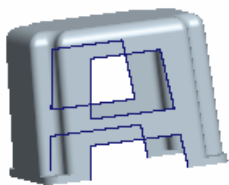
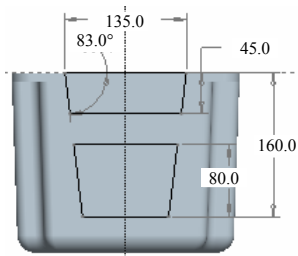

图 5.38.76 拉伸 3
图 5.38.77 截面草图
Step9. 创建图 5.38.76 所示的拉伸特征 3。在操控板中单击“拉伸”按钮 **拉伸**。在操控板中按下“移除材料”按钮 **移除材料**。选取 TOP 基准平面为草绘平面，选取 RIGHT 基准平面为参考平面，方向为 **右**；单击 **草绘** 按钮，绘制图 5.38.77 所示的截面草图，单击操控板中的 **选项** 按钮，在“深度”界面中将 **侧 1** 的深度类型设置为 **穿透**；将 **侧 2** 的深度类型也设置为 **穿透**，单击 **确定** 按钮，完成拉伸特征 3 的创作。